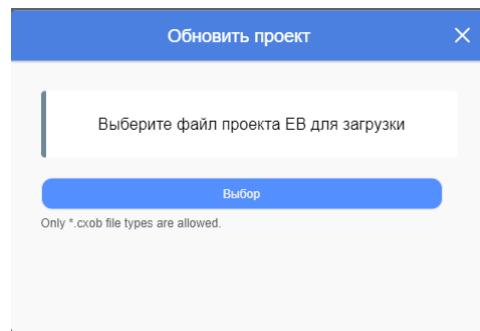

Рисунок 4.33 – Окно «Обновить проект» Web-интерфейса панели оператора БС
5. Нажать кнопку «Обновить» в поле «Обновить проект:», после чего администратору будет представлено окно «Обновить проект» (рисунок 4.33). В этом окне необходимо выбрать файл «forHMI.chob» (нажав кнопку «Выбор»), предоставляемый предприятием-изготовителем на USB Flash-накопителе.